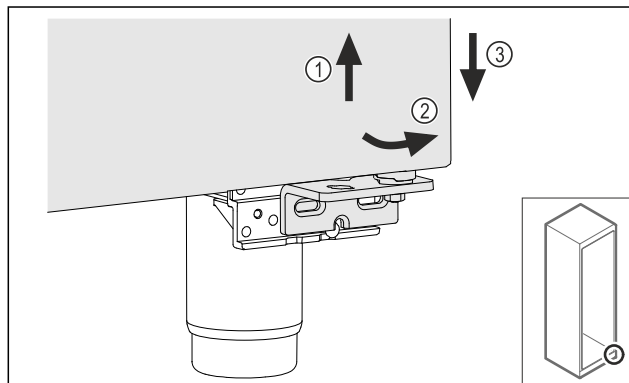

Fig. 16
- Повдигнете леко вратата Fig. 16 (1), наведете я отдолу напред Fig. 16 (2) и я спуснете Fig. 16 (3).